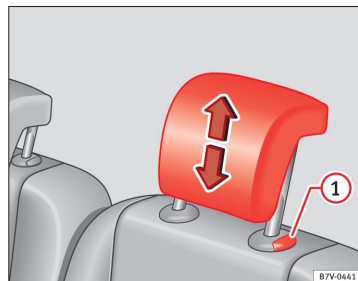

Fig. 85 Indstilling af hovedstøtte på 2. eller 3. sæderække
- Skub hovedstøtten opad eller nedad i pilens retning ⇒ Fig. 84, eller indstil den ved at trykke på knappen ⇒ Fig. 85 ① ⇒ Δ.